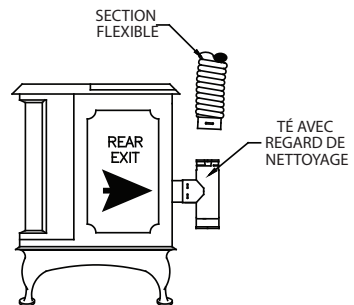

Figure 22
9. Si un té ou un adaptateur en té est nécessaire pour le raccordement, comme illustré à la (Figure 22), le té disposera d'un adaptateur amovible avec regard de nettoyage à sa base pour permettre le nettoyage. Veiller à ce que le té ait un soutien adéquat.